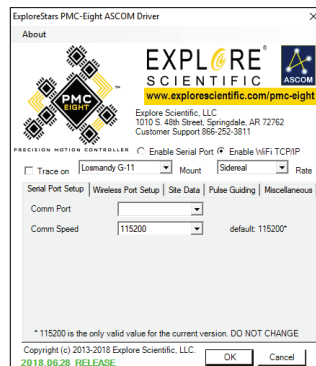

Figura 2. Ventana de configuración ExploreStars PMC-Eight ASCOM Driver.
19. Presione Properties y mostrará la ventana de configuración ExploreStars PMC-Eight ASCOM Driver. (Figura 2)